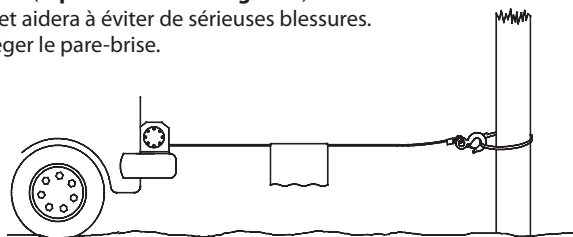

Fig. 6
2. Lorsque vous tirez une charge, placez une couverture ou un bâche sur le câble à proximité de l'extrémité du crochet (reportez-vous à la figure 6). Ceci ralentira l'effet de retour en cas de rupture du câble et aidera à éviter de sérieuses blessures. Relevez le capot pour protéger le pare-brise.